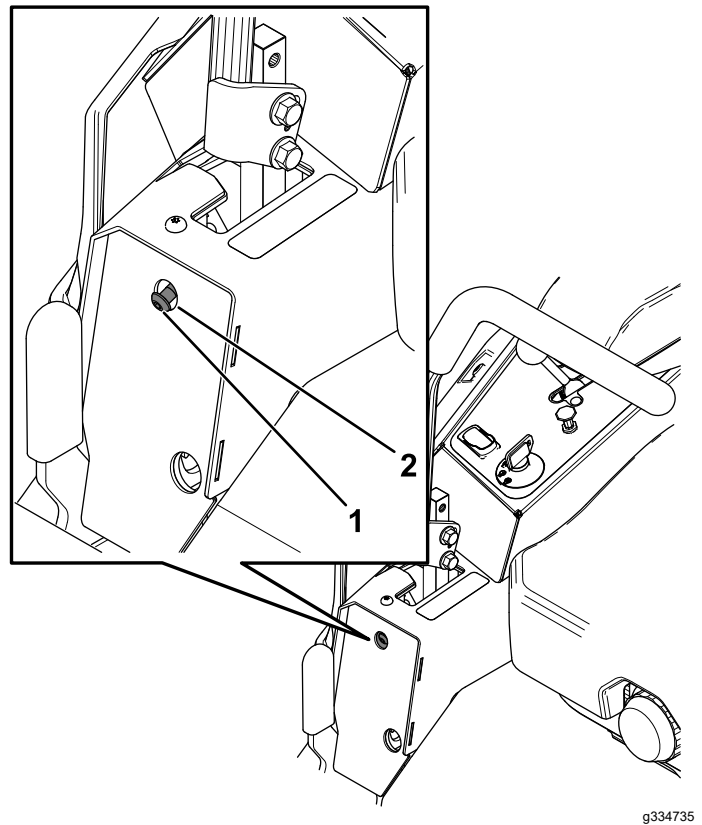

Figure 79
6. Si la machine se déporte à droite, insérez une clé hexagonale de 3/16 po dans le trou d'accès du panneau de protection avant gauche et tournez la vis de réglage de l'alignement dans le sens horaire ou antihoraire pour ajuster la course du levier (Figure 79).
7. Si la machine se déporte à gauche, insérez une clé hexagonale de 3/16 po dans le trou d'accès du panneau de protection avant droit et tournez la vis de réglage de l'alignement dans le sens horaire ou antihoraire pour ajuster la course du levier (Figure 79).